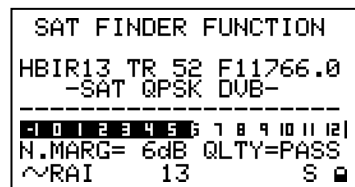

Fig. 9.1 Sat Finder: cuando el satélite ha sido reconocido se escuchará una señal acústica (Buzzer).
- El display se modificará mostrando la medida del margen de ruido mediante una barra y un valor numérico. Ver fig. 9.1.